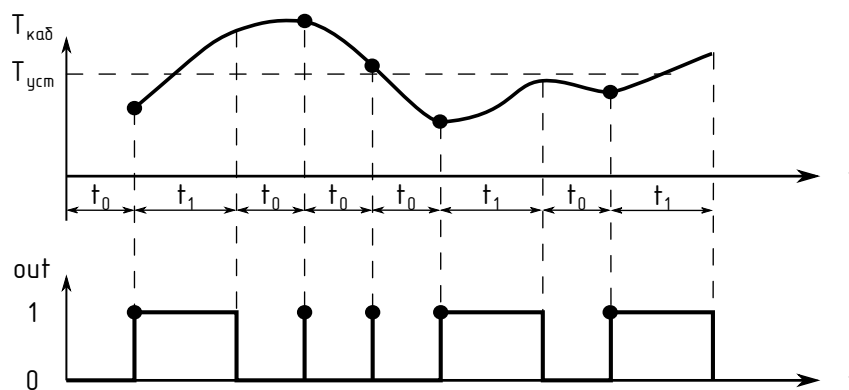

Рисунок 1.5 – Режим работы «По току нагрузки»
- «По току нагрузки» («By Load Current»). Периодическое включение линии в зависимости от тока через саморегулирующийся греющий кабель (см. рис. 1.5). В выключенном состоянии линии с определенным интервалом (T_0) производится измерение мгновенного тока путем подачи кратковременных импульсов напряжения в нагрузку. Из полученного значения косвенно вычисляется температура кабеля путем интерполяции значений тока и температуры, полученных при настройке данного режима. Это значение температуры сравнивается с уставкой температуры и принимается решение о необходимости включения линии на заданное время (T_1).